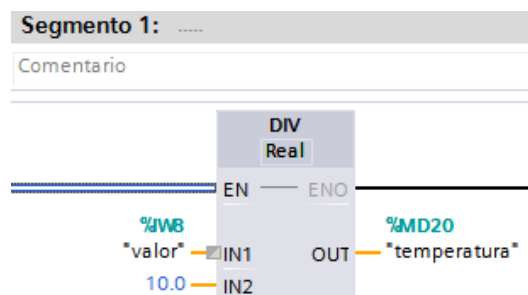

Figura 4 Segmento1 Instrucción dividir.
7. Conectar en el Simatic S7-1500 la PT-100 de acuerdo a la Figura 4.